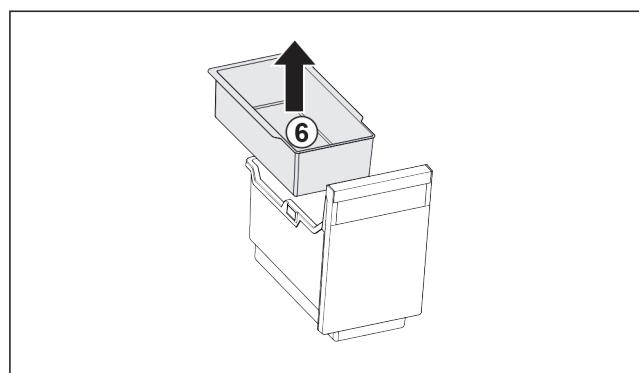

Fig. 90
- Izvadite ovjesnu posudu Fig. 90 (6).